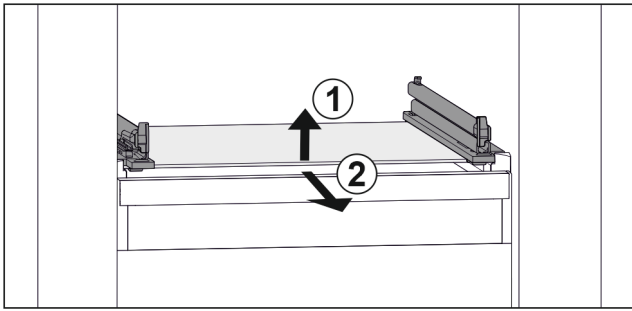

Fig. 109 Beispielhafte Darstellung der Glasplatte
- ▶ Glasplatte vorne anheben. Fig. 109 (1)
- ▶ Glasplatte nach vorne entnehmen. Fig. 109 (2)